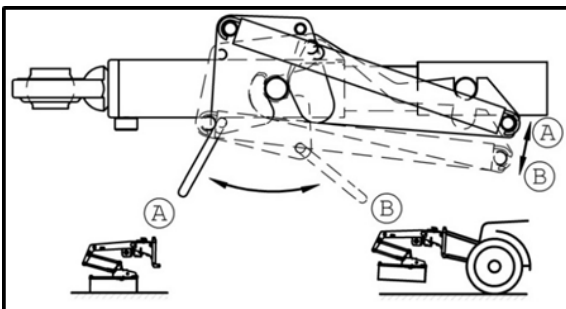

Abb. 56 Sicherungshebel nach Ankuppeln in Stellung B umlegen
- Entspannen Sie die Sicherungs-Hebel und legen Sie diese in Stellung B um (Abb. 56).